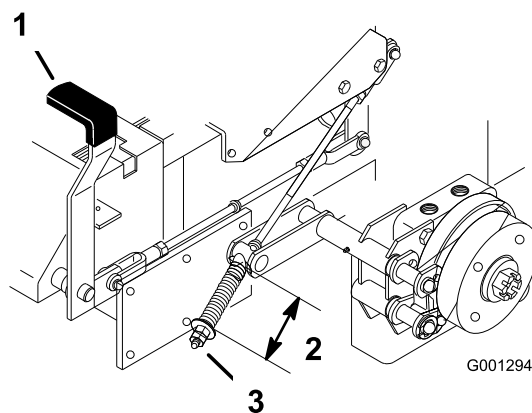

Figure 56
2. Mesurez la longueur du ressort. Les rondelles doivent être espacées de 64 mm (2-1/2 pouces) (Figure 56).
3. Si un réglage est requis, desserrez le frein de stationnement, desserrez l'écrou de blocage situé sous le ressort et réglez l'écrou directement au-dessous du ressort (Figure 56). Modifiez le serrage de l'écrou jusqu'à ce que le ressort ait la longueur voulue. Tournez l'écrou dans le sens horaire pour raccourcir le ressort et dans le sens anti-horaire pour l'allonger.